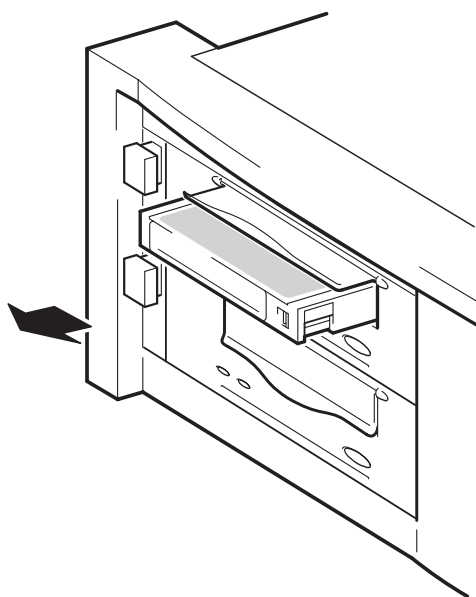

図 6b: カートリッジの取出し
- 1 フロント・パネルのイジェクト・ボタンを押します (図 6b を参照)。